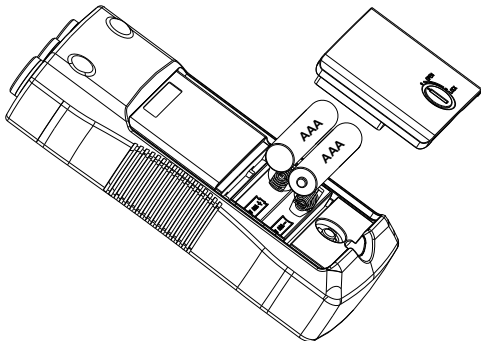

图 3：更换电池
PRM-6使用两节1.5 V AAA型电池(已含)。更换电池的步骤如下(参见图3)：
4. 按图3所示更换电池。注意电池舱中的电池极性指示。